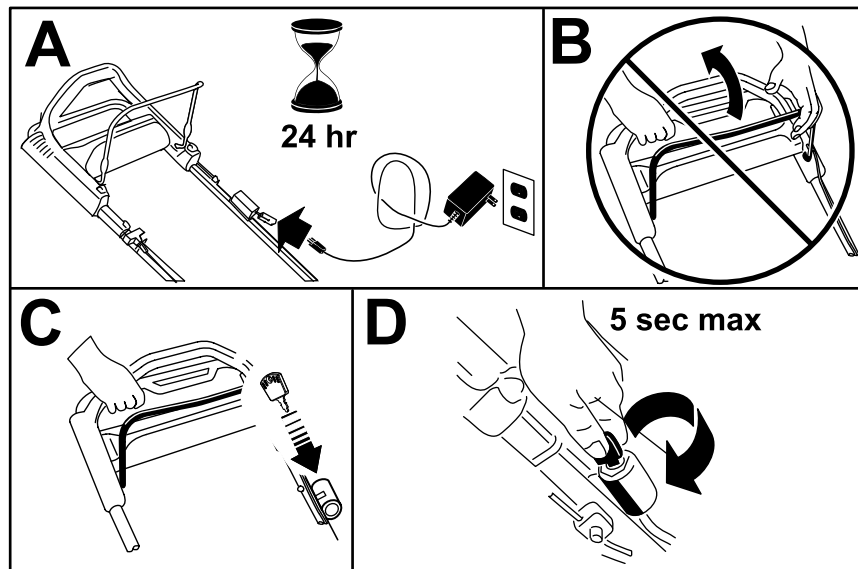

Figura 15
1. Tenete in carica la batteria per 24 ore prima di usare la macchina per la prima volta (riquadro A della Figura 15).
**Importante:** Non tentate di avviare il motore con la barra di comando della lama innestata, in quanto potreste fare scattare il fusibile (riquadro B della Figura 15).
2. Inserite la chiave nell'accensione (riquadro C della Figura 15).
3. Portate la chiave di accensione sulla posizione di Avviamento e mantenetela in quella posizione per rilasciarla quando il motore si avvia (riquadro D della Figura 15).